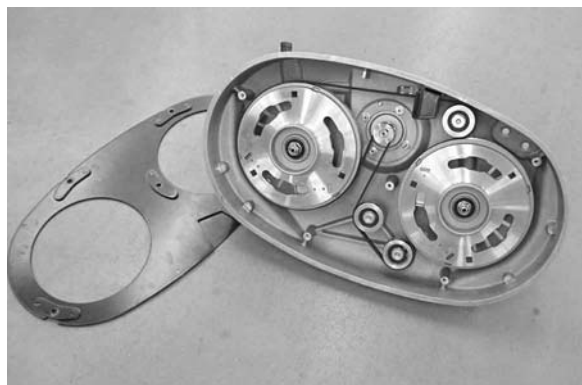

FIG. 70
4. Posez avec précaution la tête de brosse, avec la face inférieure vers le haut et retirez le carter de courroie; une clé de 10 mm est requise (Figure 70).